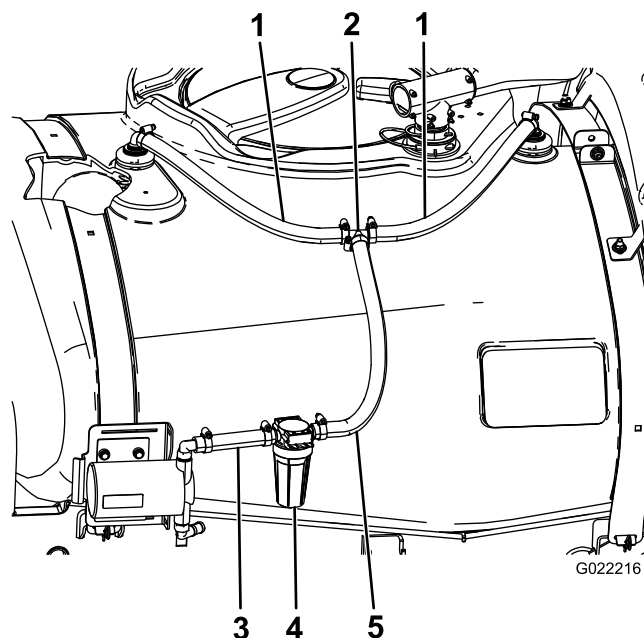

図 10
1. 先ほど取り付けたすすぎノズル・ホースバープに、それぞれ 48 cm ホースを取り付けるホースクランプ 2 個を使用する 図 10。
2. ホースの自由端を、T字フィッティングに接続するホースクランプ 2 個を使用する 図 10。
1. すすぎフィルタホースの長い方の端を、T字フィッティングに取り付けるホースクランプを使用する 図 10。
2. すすぎフィルタホースのもう一方の端を、すすぎポンプの上側ホースバープに接続するホースクランプを使用する 図 10。